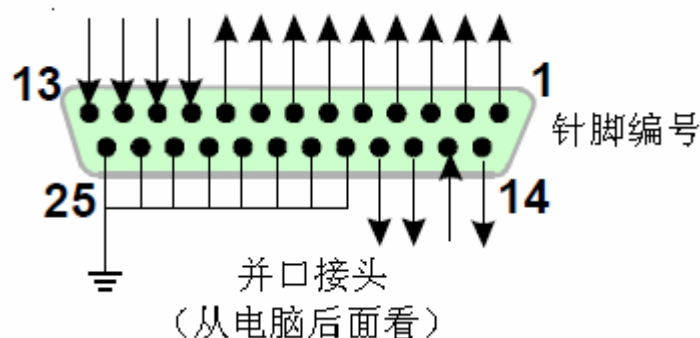

图 5.1
**并口简介:** 电脑的并口是一个25针D型凹槽连接器,图5.1所示为从电脑后方看得并口插槽,箭头所指的方向为信息流相对电脑的流动方向,如标号为10-13的脚针是对向脑输入数据的。